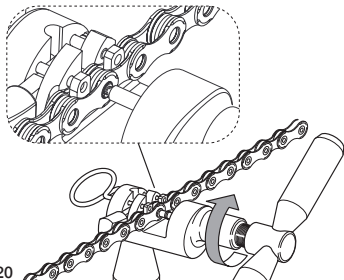

Fig.20
- Avvitando l'utensile portando lo spintore a contatto con l'estremità sporgente della bussola ULTRA-LINK 5-CN-SR700 eseguendo circa 3/4 di giro imprimate una forza moderata sulla stessa fino a deformarla (Fig. 20).